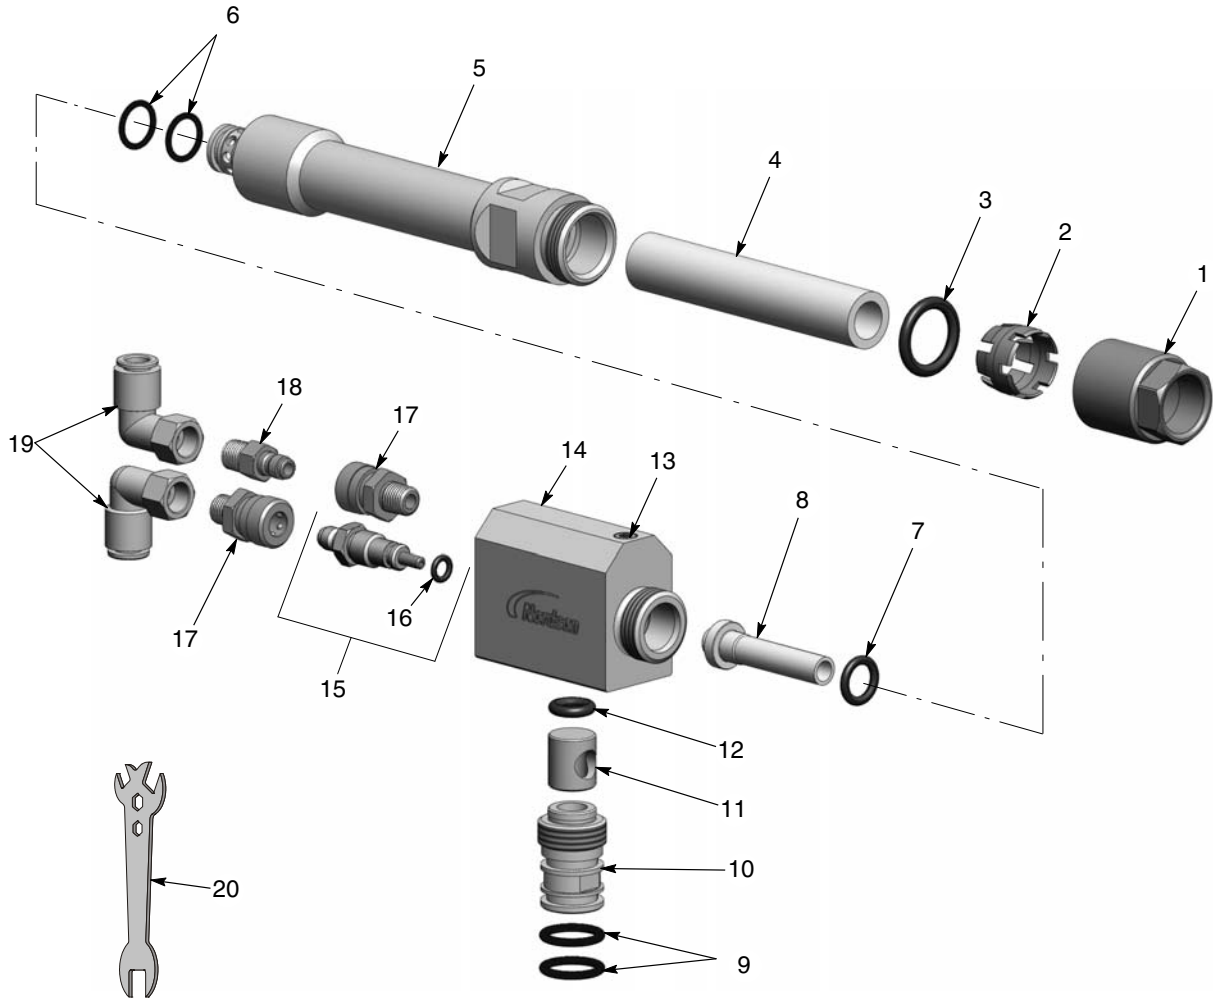

Abb. 3 Pumpe
1. Siehe Abb. 3. Die Mutter (1) losschrauben und den Pulverschlauch aus dem Halshalter (5) ziehen.
2. Den Halshalter (5) mit einem 25 mm-Gabelschlüssel vom Gehäuse (14) abschrauben.
3. Den Hals (8) aus dem Halshalter ziehen. Die O-Ringe (7) vom Hals abnehmen.
Siehe Abb. 3.